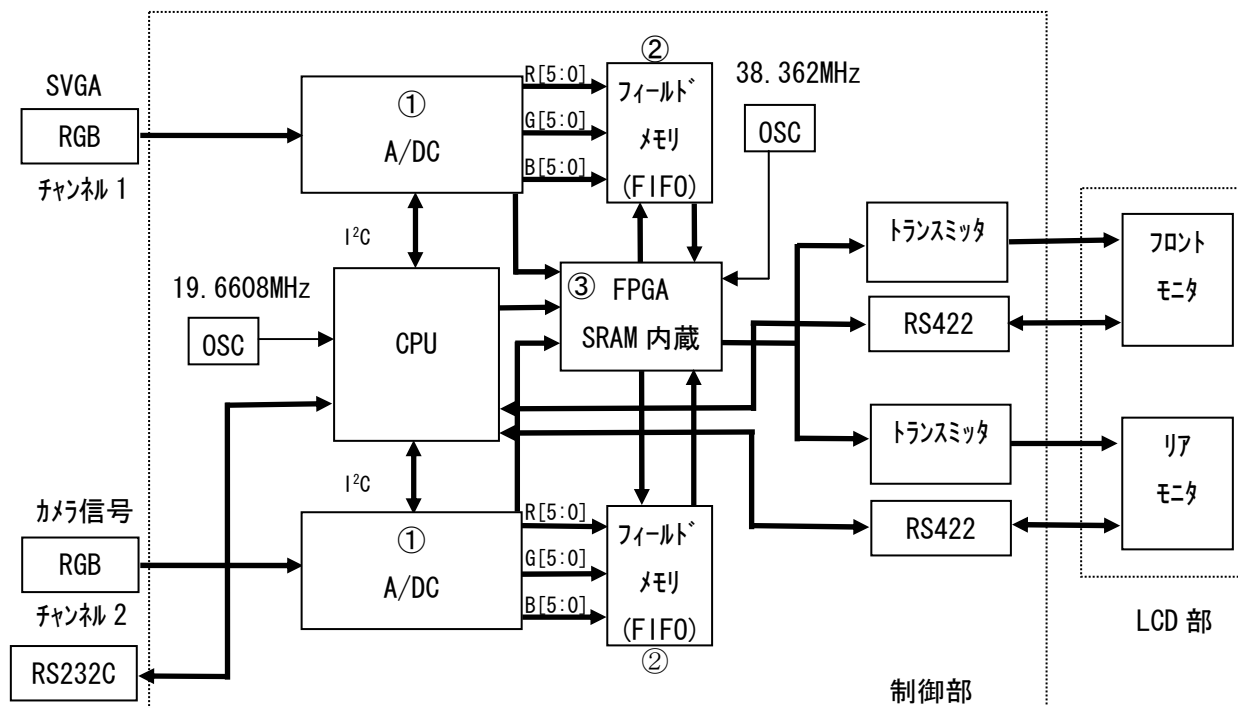

図 1 ブロック図
本製品はホストコンピュータからの映像信号 (アナログ RGB 信号) を制御部のチャンネル 1、CCD カメラからの映像信号 (アナログ RGB 信号) を制御部のチャンネル 2 に入力し、各チャンネルで映像信号を A/D 変換 (図 1. ①) した後、フィールドメモリ (図 1. ②) にデータを記憶します。フィールドメモリに蓄えられたデータを読み
メモリの書き込み、読み出しの制御回路は FPGA を利用し、回路の集積化、開発時間の短縮を図りました。（図 1 参照）
OSD を画面に表示させるためには SRAM (図 1. ③) に表示する画面のデータを一時記憶し、OSD 表示位置にアドレスカウンタの値がきたときだけ SRAM からデータを取り出し、表示順にデータを出力します。(写真 3 参照) また、OSD 表示位置もアドレスカウンタの値を比較している表示位置設定値の値を変化させることで任意の位置に移動することができますが左上、左下、右上、右下の 4 ヶ所を選択可能位置としました。